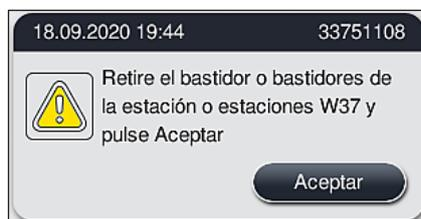

Fig. 128
4. Para cada cesta que se va a retirar, se muestra un mensaje correspondiente en la pantalla (→ "Fig. 128"). Abra la cubierta y retire la cesta de la estación que aparece indicada en el mensaje. Confirme la extracción con **Aceptar**. Continúe hasta que se hayan retirado todas las cestas afectadas.